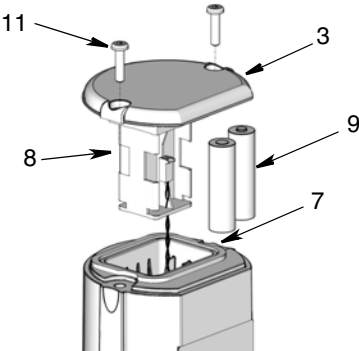

图 9
1. 取下两个螺丝 (11) 和盖板 (3) (图 9)。
2. 将电池座 (8) 从 TLM 拉出，拉出距离达到足够安装电池的位置即可 (图 9)。